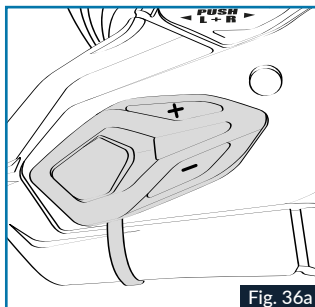

Fig. 36a
8. Applicare il gruppo comandi principale nella sede prevista (Fig. 36a) con il biadesivo presente sul gruppo, inserire il cavo piatto tra la calotta e il guanciale in polistirolo a sinistra del rivestimento della clip (pezzo rosso) come indicato nella Fig. 36b.